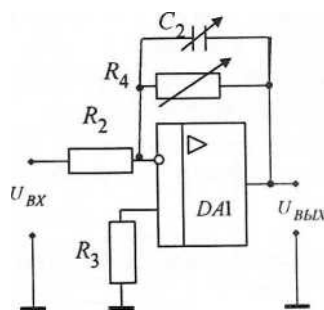

Рис. 4
3.2.1. Собрать схему активного фильтра нижних частот согласно рис. 4. Напряжение на входе и выходе фильтра контролировать при помощи осциллографа. Значение резистора R_4 и величину емкости конденсатора C_2 установить в соответствии с указанием преподавателя.